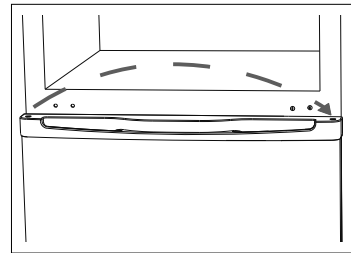

Abb. 9
- ▶ Entfernen Sie den Blindstopfen für den Scharnierzapfen von der linken Kühlraumtürseite und setzen Sie ihn in das Loch auf der rechten Seite ein (siehe **Abb. 9**).
- ▶ Entnehmen Sie die Kühlraumtür (5).
- ▶ Lösen Sie die beiden Halterungsschrauben des unteren Scharniers und entfernen Sie es. Verwenden Sie einen 8er-Schraubenschlüssel oder einen Kreuzschlitz-Schraubendreher (siehe **Abb. 9**).
- ▶ Entfernen Sie auch den Stellfuß auf der gegenüberliegenden Seite (siehe **Abb. 9**).